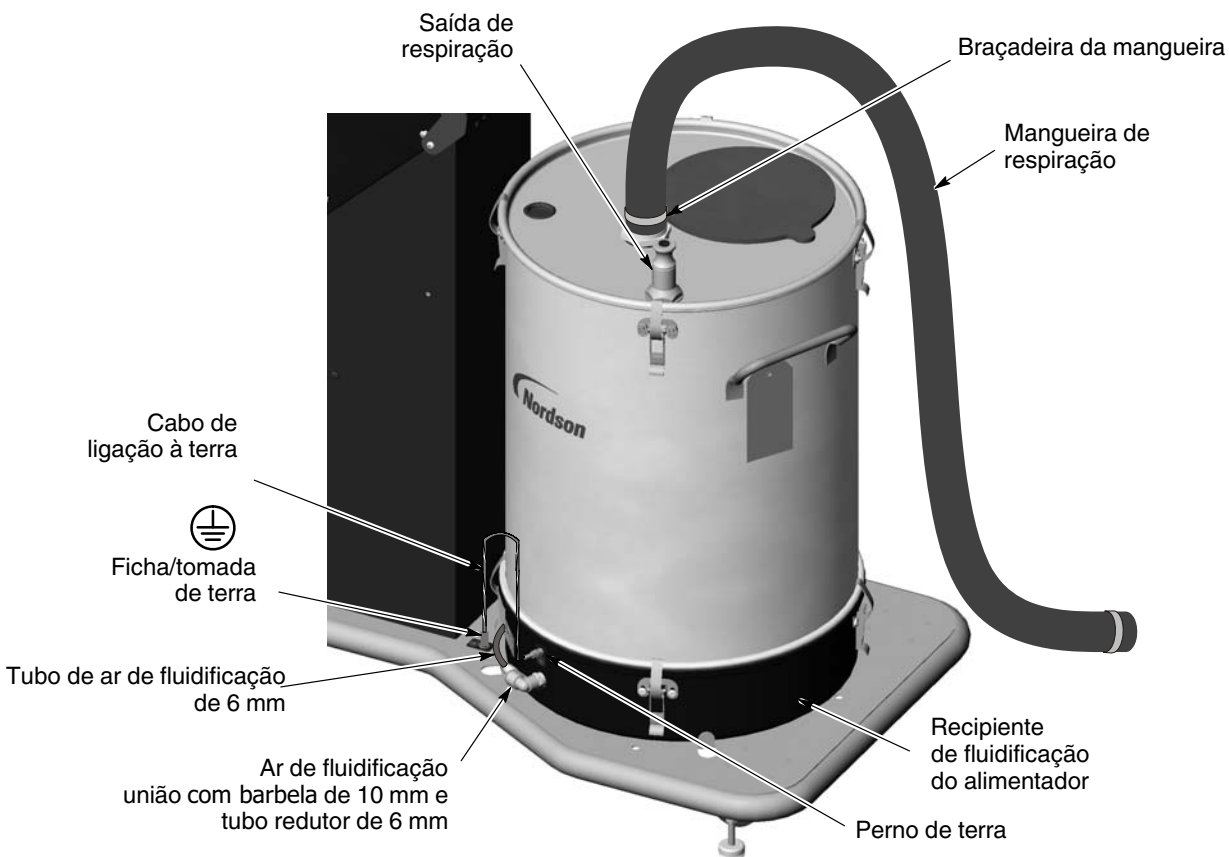

Figura 3-2 Instalação do alimentador em carro do sistema móvel
1. Consulte a figura 3-2. Solte os fechos da tampa do alimentador e retire a mangueira de respiração e as braçadeiras da mangueira.